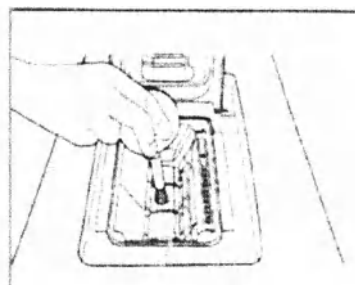

Рисунок 5-12
- 5) Используйте воздушный насос для очистки внутренней части устройства подачи индикаторных тест-полосок (Рисунок 5-12).